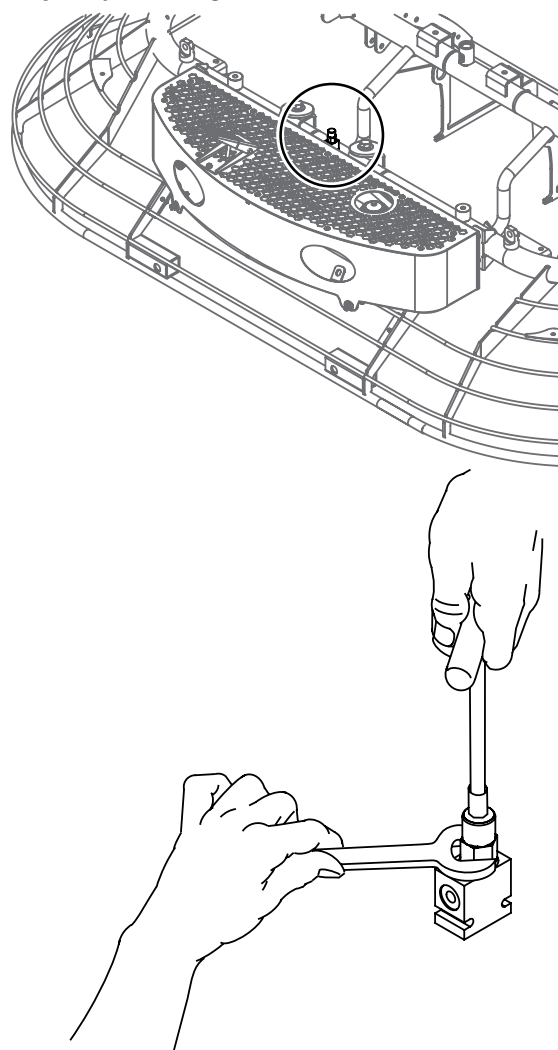

Bild 49. Styrtrycksjustering
2. Lossa låsmuttern på pilotsäkerhetsventilen (bild 49).